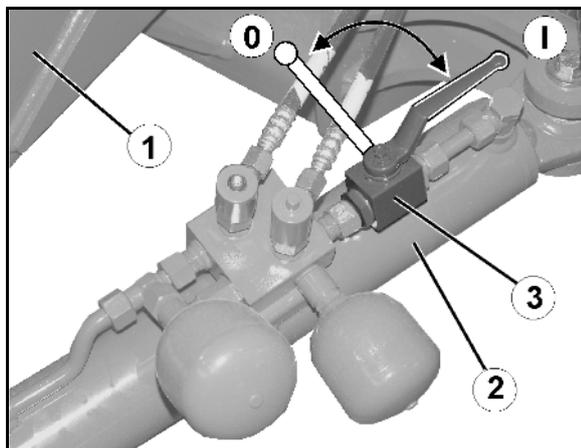

Fig. 74
4. Asegurar el brazo de dirección (Fig. 74/1) cerrando la llave de bloqueo (Fig. 74/3) en la posición 0.